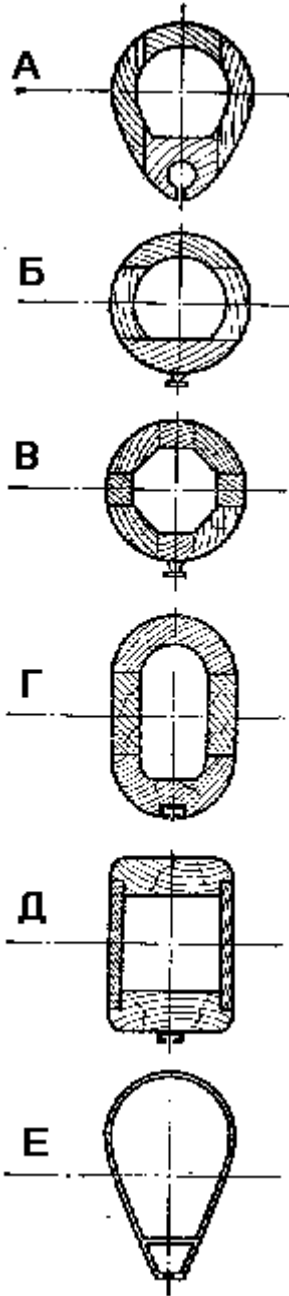

Рис. 37. Сечения рангоута:
Грот крепится к гика своим галсовым углом обычно за соответствующую оковку у пятки (внутреннего конца) гика с помощью такелажной скобы или болта. Нижняя шкаторина грота растягивается вдоль гика **грота-шкотом** — специальной снастью, заделанной в кренгельс шкотового угла. Передняя и нижняя шкаторины крепятся к гика или мачте одним из следующих способов (рис. 37):
— шкаторина продергивается внутрь круглого паза с губками (лик-паза) на гике или мачте (рис. 37, а и е); — через люверсы по шкаторинам пришиваются ползуны, которые либо входят внутрь охватывающего их рельса, либо сами охватывают рельс (рис. 37, б, е, г и д);
Грот крепится к гикку своим галсовым углом обычно за соответствующую оковку у пятки (внутреннего конца) гика с помощью такелажной скобы или болта. Нижняя шкаторина грота растягивается вдоль гика **грота-шкотом** — специальной снастью, заделанной в кренгельс шкотового угла. Передняя и нижняя шкаторины крепятся к гикку или мачте одним из следующих способов (**рис. 37**):
— шкаторина продергивается внутрь круглого паза с губками (лик-паза) на гике или мачте (**рис. 37, а и е**);— через люверсы по шкаторинам пришиваются ползуны, которые либо входят внутрь охватывающего их рельса, либо сами охватывают рельс (**рис. 37, б, е, г и д**);
На рис.37 показаны типовые сечения деревянного и металлического рангоута.
**Гик** — горизонтальное рангоутное дерево, к которому одним из способов (рис. 37) крепится нижняя шкаторина грота (бизани, фока). Гик грота называется **грота-гик**\*\*\*, гик бизани — **бизань-гик**, гик фока — **фока-гик**. Конец гика, упирающийся в мачту, называется **пяткой**, противоположный конец — **ноком**. Пятка гика имеет оковку, которая входит в вертлюг, позволяющий гик поворачиваться в стороны и вверх. Вертлюг часто делают передвижным вверх по рельсу (особенно на гоночных яхтах), чтобы иметь возможность добрать парус, не трогая фала, при помощи **галс-оттяжки** (рис. 41).